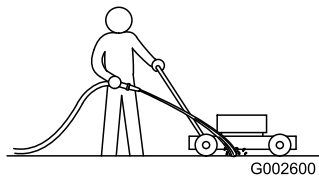

Figura 46
1. Con el motor en marcha sobre una superficie plana pavimentada, dirija un chorro de agua hacia delante de la rueda trasera derecha (Figura 46).